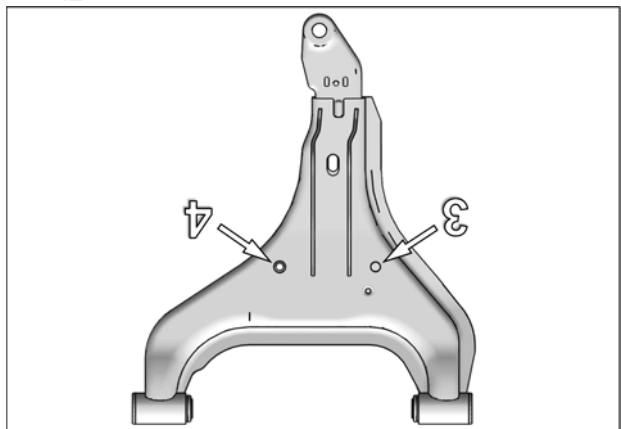

Fig. 11
- Percer les trous (3) et (4), déjà existant dans le bras de suspension supérieur, à  $\varnothing 8,5\text{mm}$  [ $\varnothing 11/32$ ]. Voir la Fig. 11